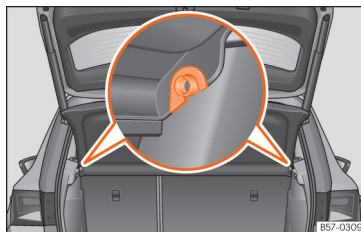

Abb. 167 Im Gepäckraum: Gepäckraumabdeckung aus- und einbauen.
- Ziehen Sie die Gepäckraumabdeckung nach oben aus den seitlichen Halterungen »» (Abb. 167) heraus.
- Führen Sie die Gepäckraumabdeckung horizontal ein, so dass das „Hufeisen“ über der Aufnahmeachse »» (Abb. 167) liegt, und drücken Sie die Abdeckung nach unten, bis sie einrastet.